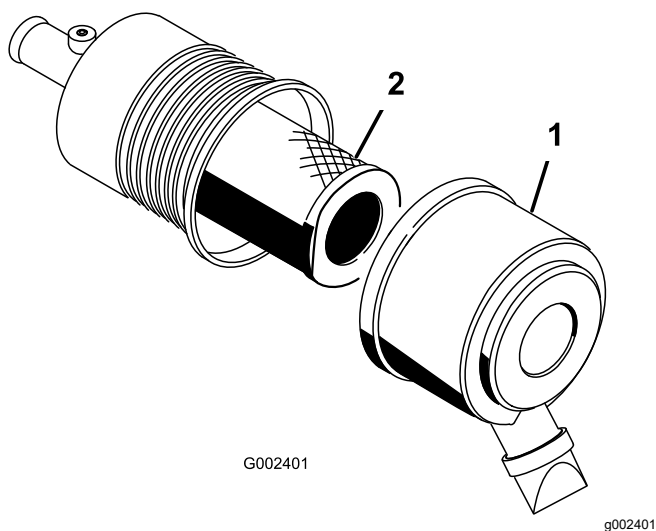

Рисунок 55
1. Отпустите защелки, фиксирующие крышку воздухоочистителя на его корпусе (Рисунок 55).
2. Снимите крышку с корпуса воздухоочистителя (Рисунок 55).
4. Снимите и замените фильтр (Рисунок 55).